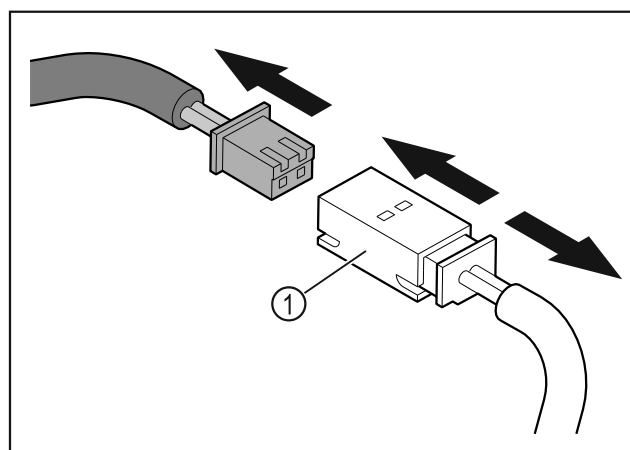

Fig. 10
- ▶ Разъедините штекерное соединение Fig. 10 (1).